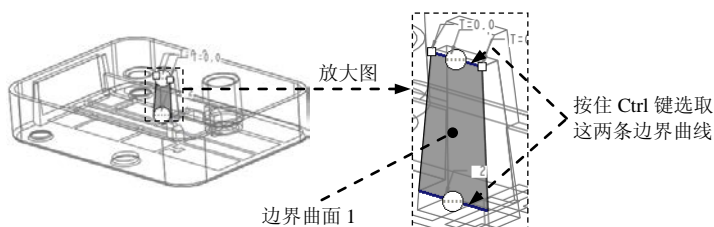

图 20.19 定义边界曲面 1
(1) 按住 Ctrl 键, 选取合并面组 1 和填充曲面 2。
- (2) 单击 **分型面** 操控板中 **编辑** 区域的 **合并** 按钮, 此时系统弹出“合并”操控板。
- (3) 在操控板中单击 **选项** 按钮, 在“选项”界面中选中 **相交** 单选项。
- (4) 在“合并”操控板中单击 **✓** 按钮。
Step8. 创建图 20.19 所示的边界曲面 1。
- (1) 单击 **模型** 功能选项卡中的 **切口和曲面** 按钮, 在系统弹出的菜单中依次单击 **曲面** **边界混合**, 系统弹出“边界混合”操控板。
- (2) 定义边界曲线。按住 **Ctrl** 键, 依次选取图 20.19 所示的两条边界曲线。